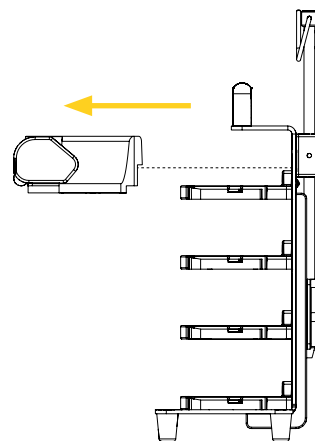

Figure 9: Retrait de la/les pompe(s) du BP80-GR4
2. Retirer la pompe de la tablette à l'aide du bouton à déclenchement rapide (Figure 9). Consulter la section « Mécanismes de sécurité des tablettes de pompes » à la page 17 au besoin.